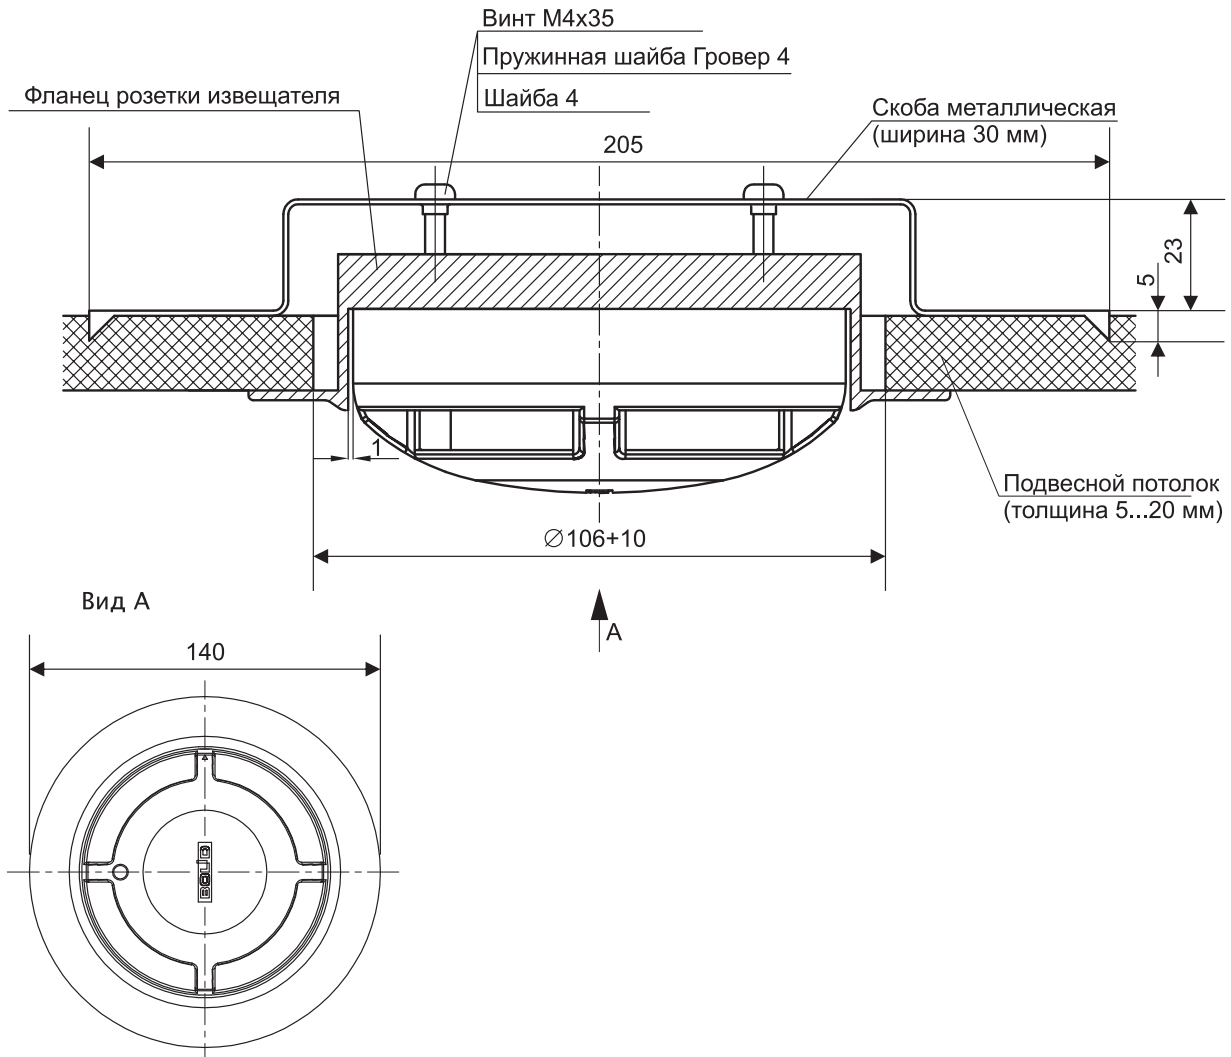
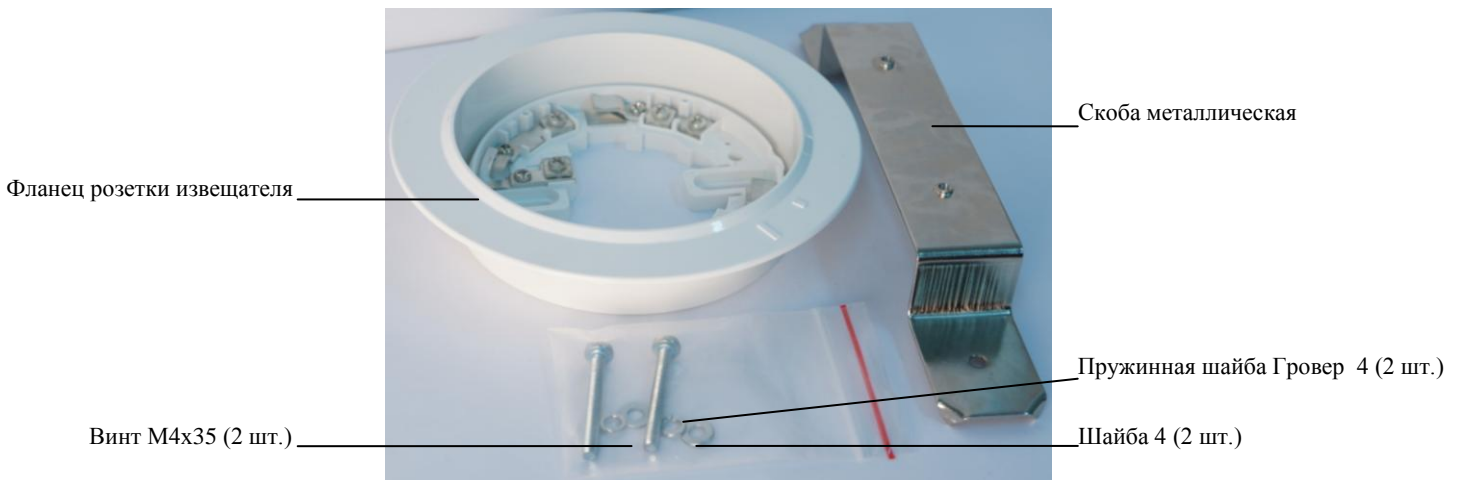

Рисунок 1. Установка извещателя с помощью монтажного комплекта «МК-1»
Рисунок 2. Комплект поставки «МК-1»
1.2 «МК-1» выполнен в виде фланца, основание которого заменяет розетку извещателя. Фланец крепится к подвесному потолку с помощью винтов через резьбовые отверстия металлической скобы (см. рис.1 и рис.2).